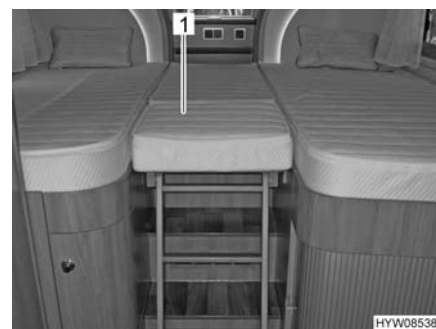

Fig. 67 Piano di appoggio letto in coda
- Inserire il cuscino aggiuntivo (Fig. 67,1) fornito in dotazione.